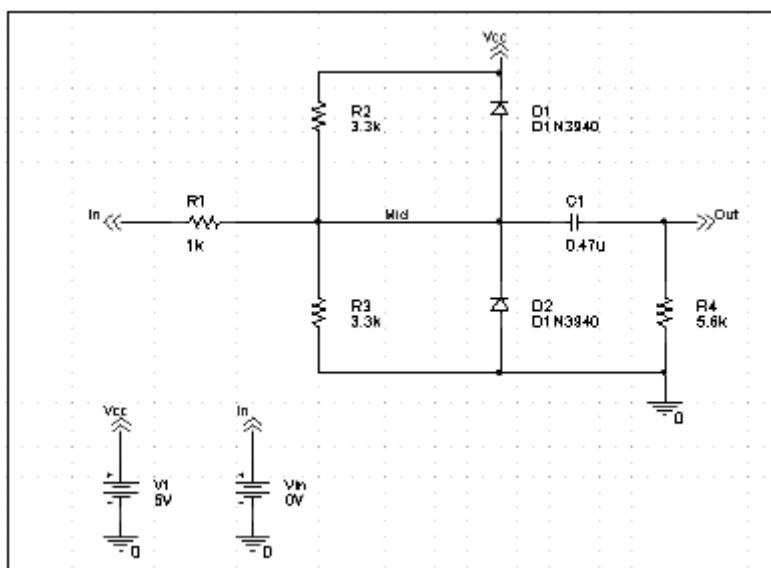

Рисунок 5.1 – Діодний обмежувач
Перемістити покажчик на потрібну позицію на схематичній сторінці (рис. 5.1) і клацнути, щоб розмістити перший елемент.
- можна змінити назви і значення елементів, показаних на рис. 5.1.
Розмістити символи землі відповідно до рис. 5.1.
Продовжувати змінювати властивості елементів відповідно до рис. 5.1.